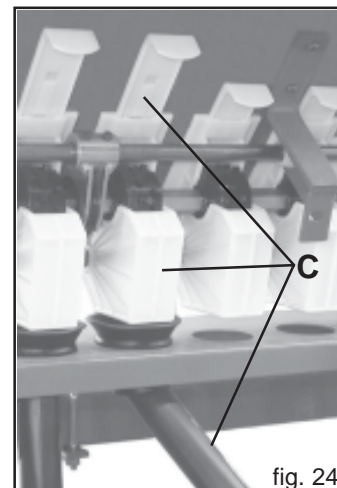

fig. 24
- lâcher les vis (A) de la fixation du soc;
- accrocher les ressort (B) sur les opportunes fixations.
- contrôler l'ouverture des lames des distributeurs qui ont le tube télescopique (C Fig. 24); toutes les autres lames seront fermées.